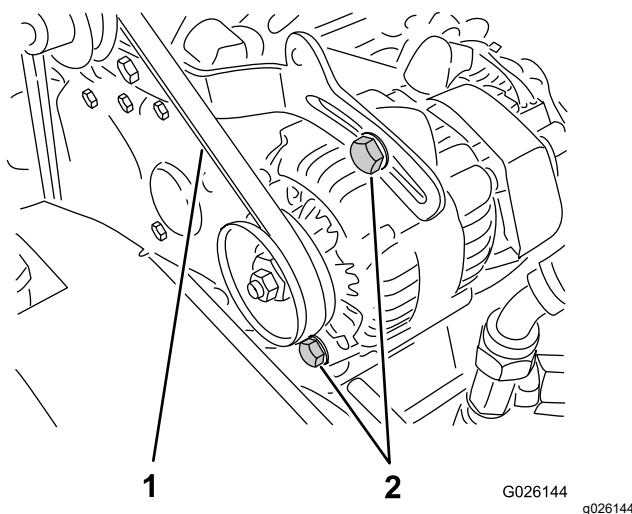

Figura 60
2. Verifique a tensão pressionando a correia a meio curso entre a cambota e as polias do alternador com uma força de 10 kg (Figura 60).
- A. Desaperte os 2 parafusos de fixação do alternador (Figura 60).
depois, aperte os parafusos de montagem (Figura 60).